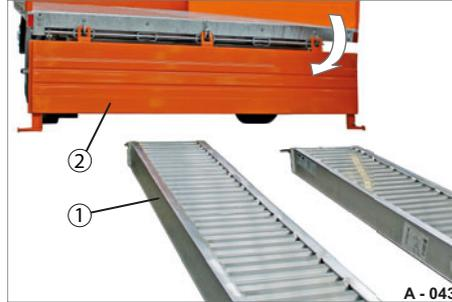

Abb. 53 Auffahrbohlen entnommen
- ▶ Entriegeln und klappen Sie die Heck-Bordwand (Abb. 53/2) ab.